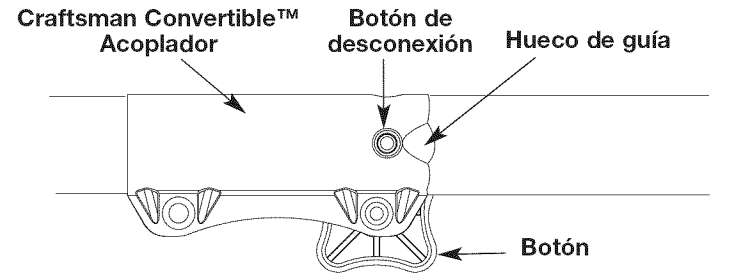

Fig. 3
**NOTA:** La alineación del botón de desconexión con la guía ayuda en la instalación (Fig. 3).